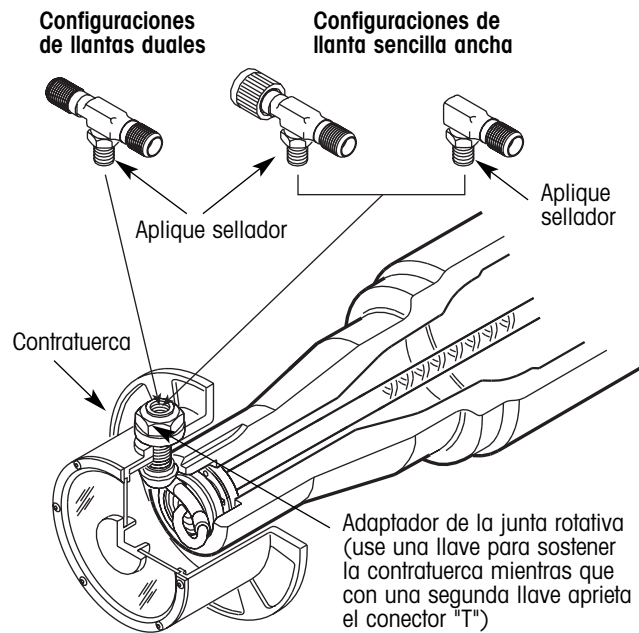

Figura 4. Instalación del conector "T"
3. Para todas las configuraciones de llantas, atornille el conector "T" en las cuerdas del adaptador de la junta rotativa (figura 4) y apriete a 130 ±10 lbs. pulg. (14.7 ± 1 N•m) de torque. Utilice dos llaves para lograr el valor de torque final. Utilice una llave para sostener la contratuercas en el adaptador de la junta rotativa y utilice la segunda llave para apretar el conector "T" al torque final.